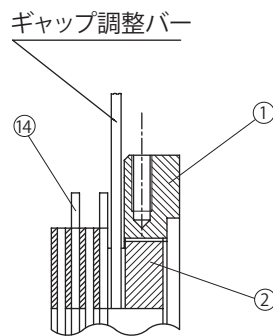

図 8-42
フィールド④側から見て左に回すとギャップが狭くなります。(図 8-42 参照)
- (4) アウターディスク⑭とセンターリング①の間には、取付ボルト③と固定ボルト①が交互に 6 本ずつ通っているため、ギャップ調整バーを回していくとそれらのボルトに当たります。ギャップ調整ネジ②には 8 等配の溝があり、ギャップ調整バーがボルトに当たるごとに(3)を繰り返して、ギャップ G を規定値に調整します。
- (5) ストッパー⑯を、規定ギャップに最も近い溝とネジ穴の点を選び取り付けてください。
- (6) ブレーキの手動解放を元の状態に復帰させた後、電源を入・切してブレーキ動作を確認してください。
- (7) ブレーキカバー⑫、Vリング⑬、ファン⑦、ファンセットボルト⑩、カバー⑧、屋外カバー⑮を取り付けます。この時ファンセットボルト⑩には、スリーボンド TB2365 を塗布してください。